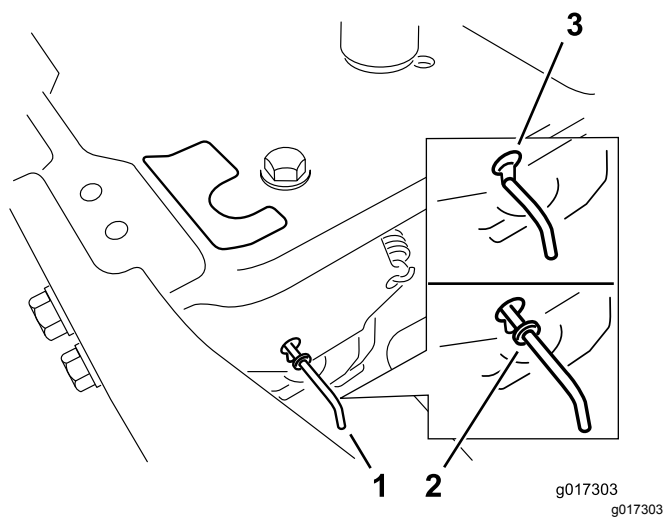

Figura 26
4. Mueva las palancas de desvío hacia delante a través del orificio y hacia abajo para bloquearlas en esa posición (Figura 26).
Mueva las palancas de desvío hacia atrás a través del orificio y hacia abajo para bloquearlas en esa posición, según se muestra en Figura 26.